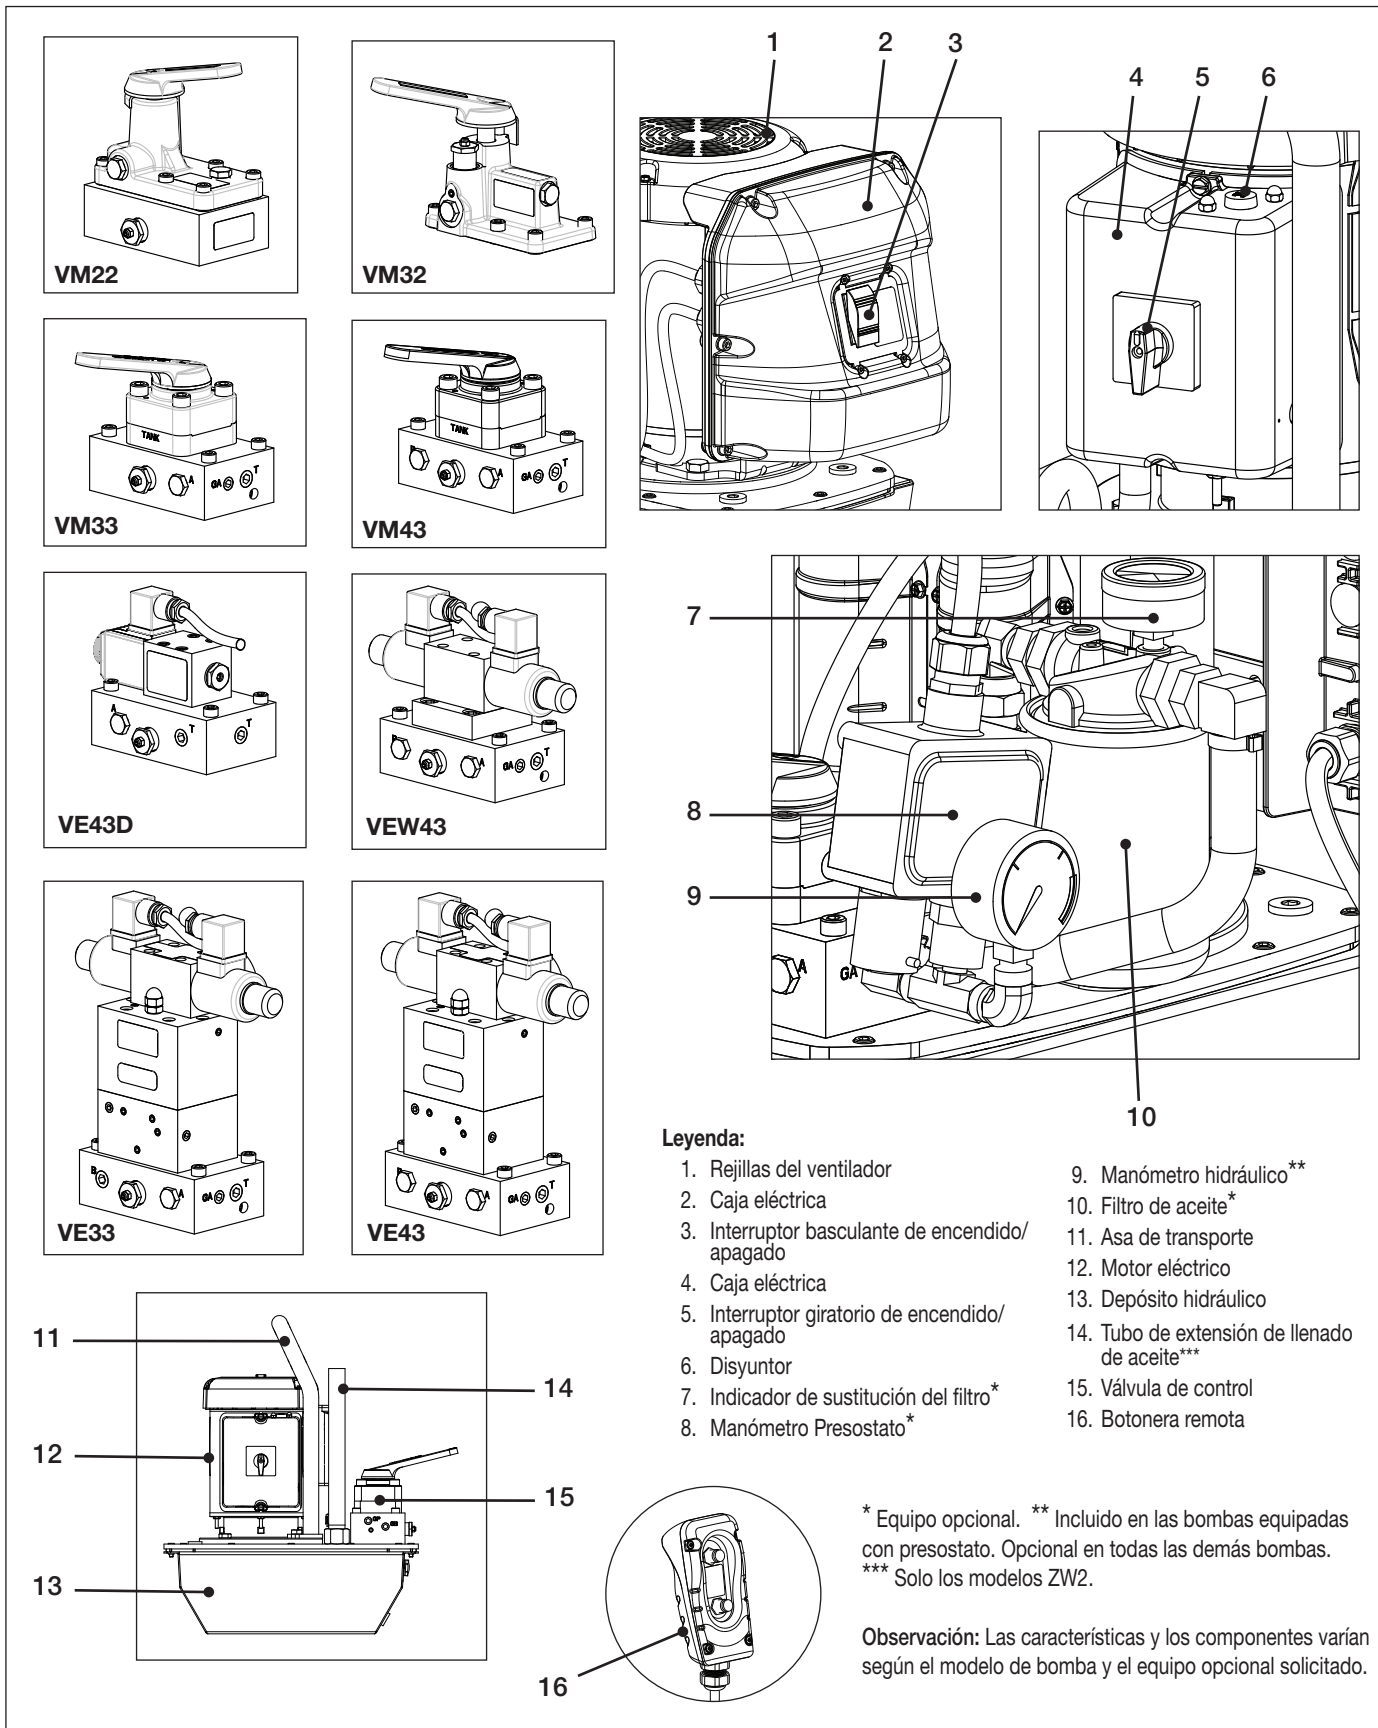
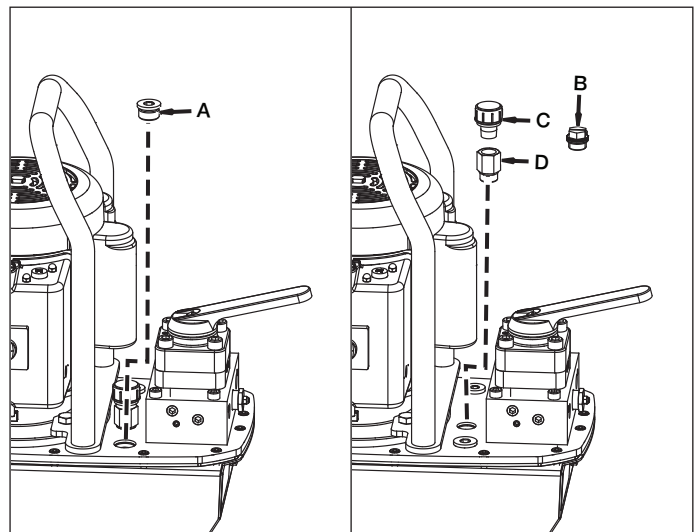

Figura 1: Bombas de la serie ZE2 y ZW2
Figura 3: Tapón de llenado de aceite del depósito y respiradero de aire
Si el nivel de aceite es bajo, retire el tapón de llenado de aceite (A) de la cubierta de la bomba y añada el aceite necesario. Véase Figura 3. Tenga en cuenta que los modelos ZW2 incluyen un tubo de extensión de llenado de aceite que se muestra en la Figura 1.
En la cubierta de la bomba hay un tapón de transporte (B). Véase Figura 3.